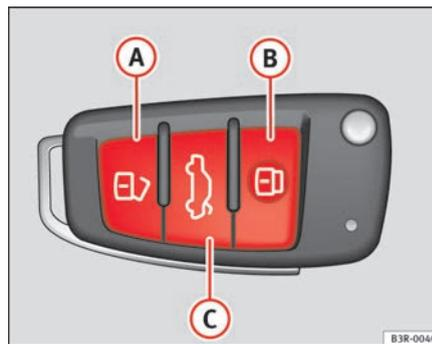

Fig. 76 Chave com telecomando: Botões
- Prima o botão **A** ⇒ fig. 76 durante cerca de 1 segundo. ▶